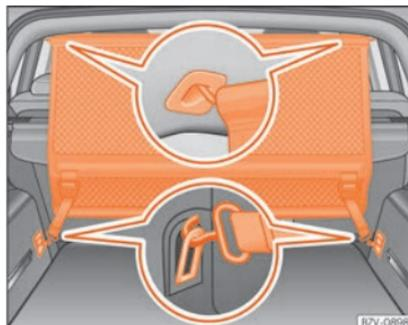

Fig. 171 Dans le coffre à bagages : mettre en place le filet de séparation derrière la deuxième rangée de sièges.
- Accrochez le filet de séparation au support arrière gauche du pavillon »» fig. 171. Veillez pour cela à guider la barre depuis la partie supérieure vers le bas.
- Fixez les deux crochets du filet de séparation sur les sangles avant du coffre à bagages »» fig. 171 puis tendez les ceintures.
- Accrochez le filet de séparation au support avant gauche du pavillon »» fig. 171. Veillez pour cela à guider la barre depuis la partie supérieure vers le bas.
- Libérez les crochets du filet de séparation des œillets »» fig. 171.
- Décrochez le filet de séparation du support droit du pavillon »» fig. 171 en appuyant sur la barre.